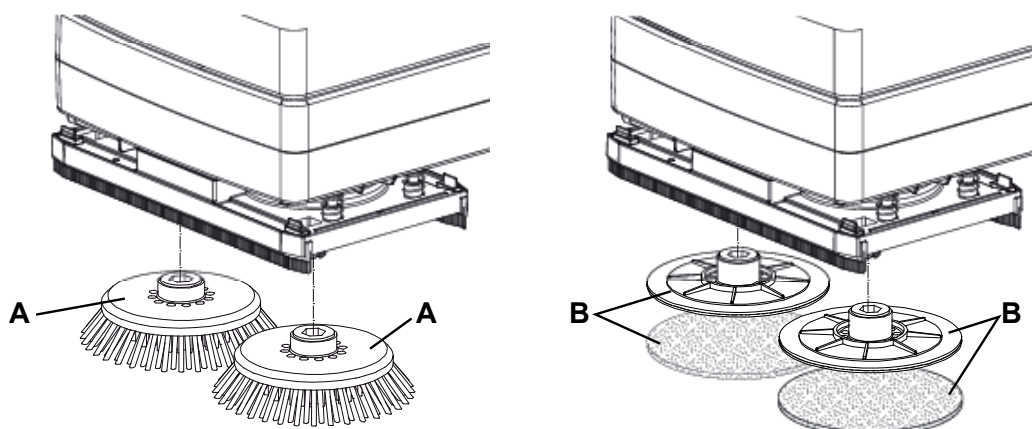

Рис. 1
*Makine iki fırçayla (A, Şekil 1) donatılmıştır. Temizlenecek olan zemin tipine göre fırçaları (A) altlıklı (B) altlık yatağı ile değiştirmek mümkündür.*
1. Поднимите машину с помощью ручки управления (2).
2. Установите щетки (А, Рис. 1) или держатели прокладок с прокладками (В) в 2 гнезда на платформе (9).
3. Опустите машину с помощью ручки управления (2).